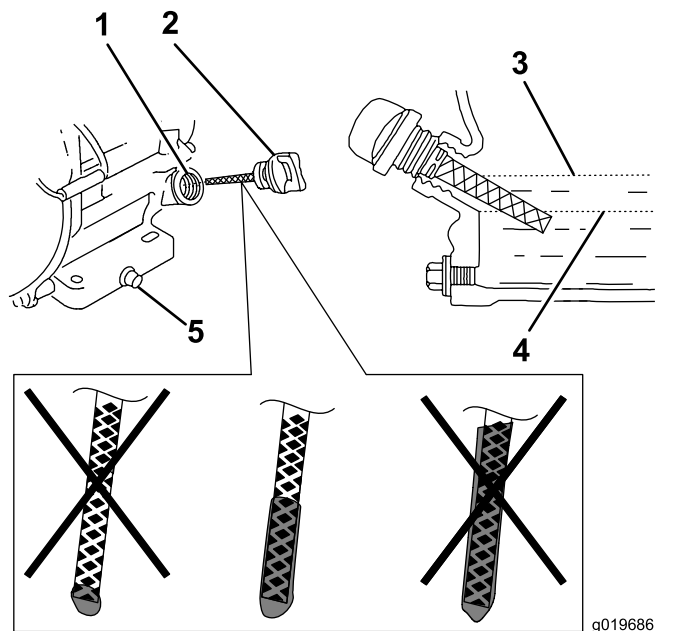

Figura 18
6. Estraiete l'asta e controllate il livello dell'olio (Figura 18).